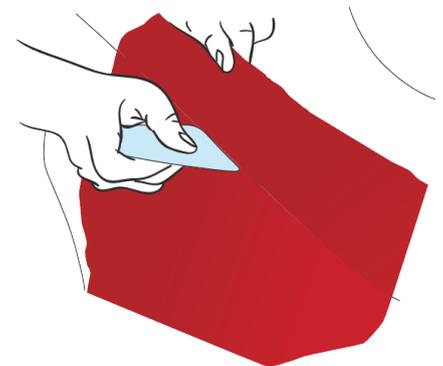

Abbildung 33
- › Kennzeichnen Sie mit dem Finger die Umriss des Bereichs. Ziehen Sie die Folie vom angrenzenden Abschnitt ab und schieben Sie diese mit der Rakel in die Aushöhlung, um den Rand der Fuge deutlich zu kennzeichnen. (Abb. 33)